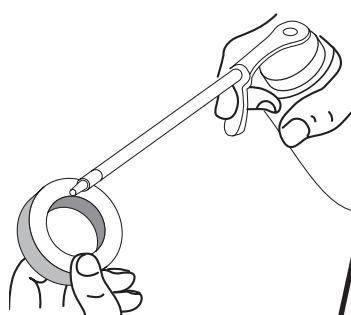

Fig. 39
- Aplique suficiente aceite limpio SAE 30 para recubrir ligeramente el filtro (Fig. 39).